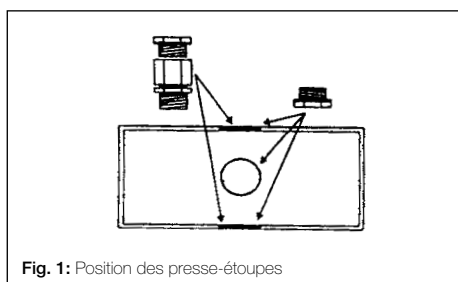

Fig. 1: Position des presse-étoupes
6. Percer des trous d'entrée pour le câble dans les boîtiers plastiques et métalliques, en retirant les pastilles préformées appropriées (voir fig. 1).